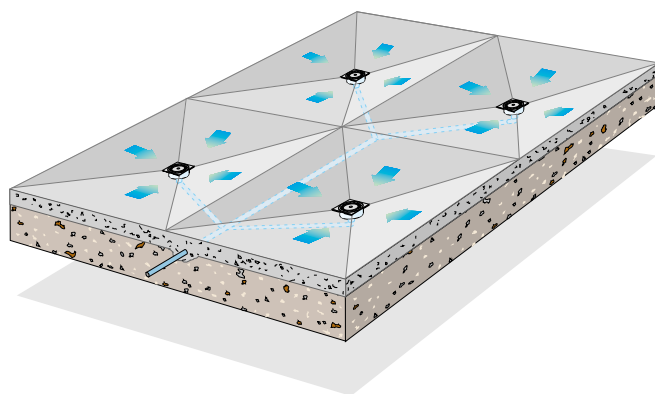

Fig. 1
Questa metodologia, se applicata installando accessori di raccolta dalle dimensioni ridotte, come i Chiusini (vedi Fig.1), consente minime profondità di scavo, rendendo particolarmente agevole l'installazione di drenaggio in ambienti con limitata profondità utile di posa, come terrazzi, garages, ecc.. . L'utilizzo dell'evacuazione per punti, può essere prescelto anche per puri motivi estetici, in quanto è possibile, con un'accurata messa in opera, posizionare i punti di raccolta in zone poco visibili e comunque sempre circoscritte.
- Si suddivida l'area interessata in tanti "quadrati" quanti sono i punti di drenaggio (Fig.1).